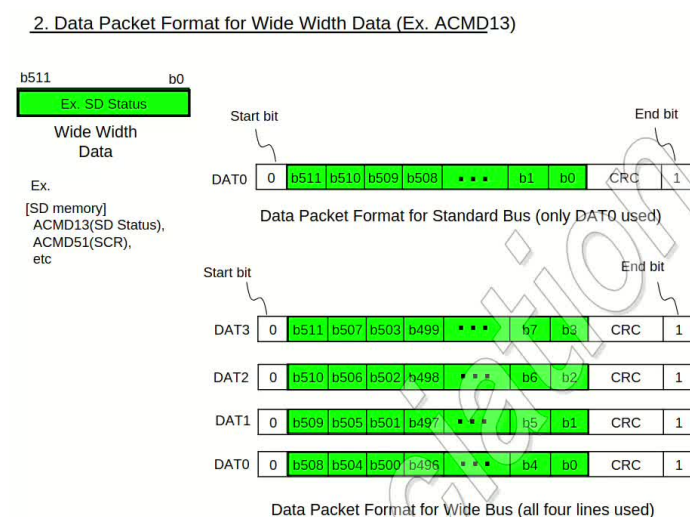

图 8: 宽尺寸数据格式
- 宽尺寸数据 (SD 寄存器数据): 这类数据从 MSB 开始往外传, 如图 8 所示.